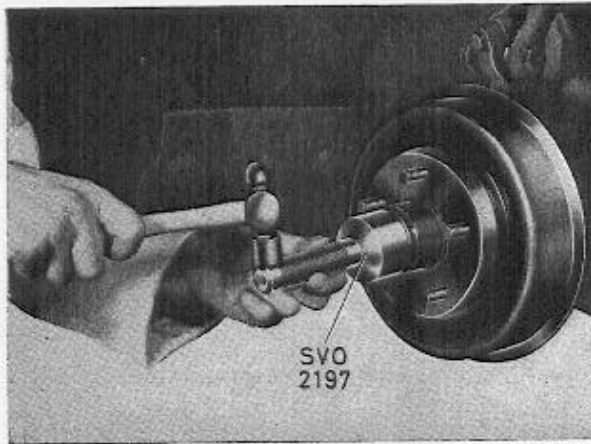
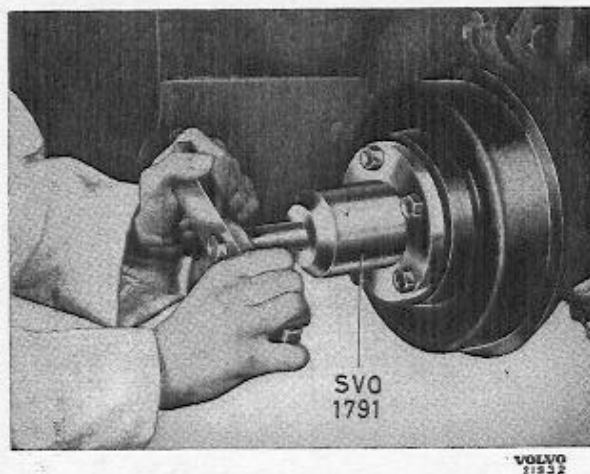
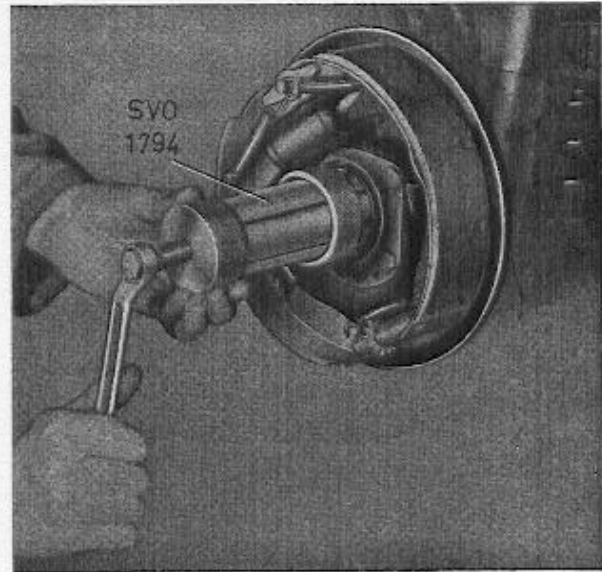

Abb. 14 Nabendeckel entfernen
Abb. 15 Radnabe abziehen
Abb. 16 Inneres Lager ausbauen
2. Schmierkappe mit Werkzeug SVO 2197 ausbauen, siehe Abb. 14. Splint entfernen und Kronenmutter abschrauben. Radnabe mit Abziehvorrichtung SVO 1791 abziehen, siehe Abb. 15. Falls der innere Lagerring nicht herauskommt, mit Vorrichtung SVO 1794 vom Achsschenkel abziehen, siehe Abb. 16.
2. Handbremse lösen. Splint entfernen und Kronenmutter abschrauben. Radnabe mit Abziehvorrichtung SVO 1791 abziehen, siehe Abb. 15.
2. Schmierkappe mit Dorn SVO 2197 abnehmen, siehe Abb. 14. Splint entfernen und Kronenmutter abschrauben. Radnabe mit Abziehvorrichtung SVO 1791 abziehen, siehe Abb. 15. Falls der innere Lagerring nicht herauskommt,
mit Vorrichtung SVO 1794 vom Achsschenkel abziehen, siehe Abb. 16.